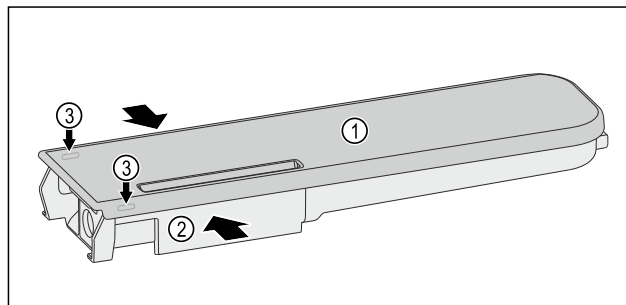

Fig. 130
- Presser le réservoir d'eau Fig. 130 (2) et faire levier pour lever précautionneusement le couvercle Fig. 130 (1) par les ergots Fig. 130 (3).
- Faire légèrement bouger le couvercle Fig. 130 (1) de l'avant vers l'arrière puis le retirer par le haut.